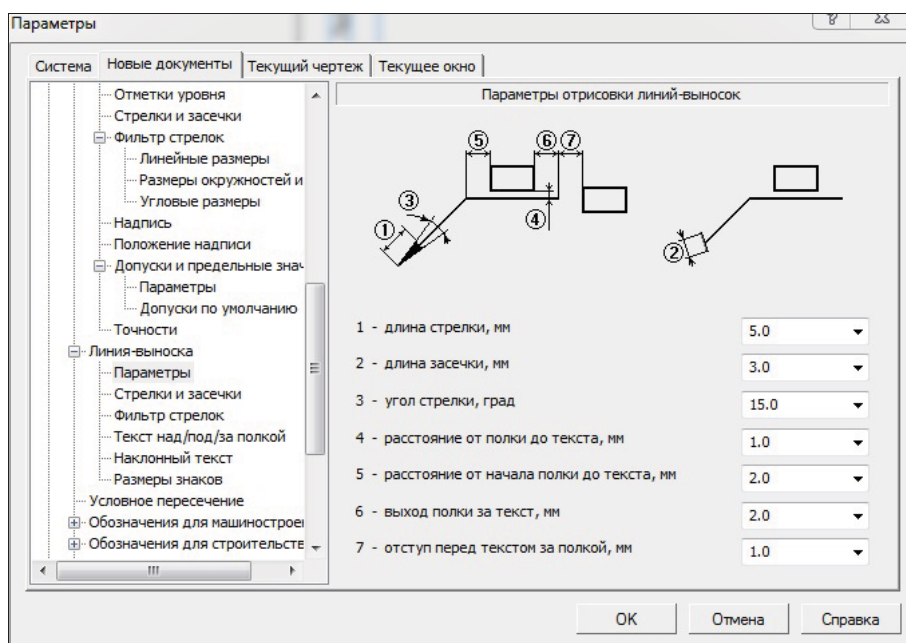

Рис. 17.25. Диалоговое окно **Параметры** с открытой панелью **Параметры отрисовки линий-выносок**
- ◆ выделите ЛК мыши пункт **Параметры** — в правой части раскроется панель **Параметры отрисовки линий-выносок** (рис. 17.25) с параметрами по ЕСКД. При необходимости можно ввести коррективы;